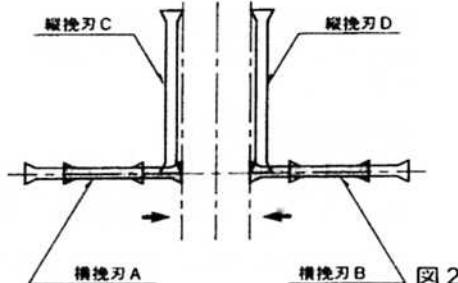

図2
- ③下側の左右調節ボルトでA、Bの刃先をC、Dの刃先に合わせます。(図2)